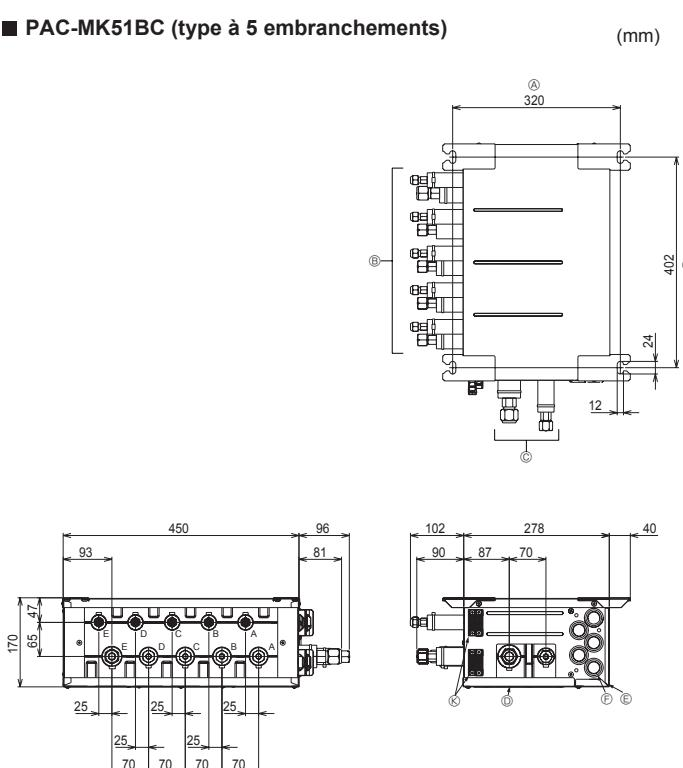

Fig. 4-2
■ PAC-MK51BC (Fig.4-2)
- (1) Installer les boulons de suspension (à acheter localement) suivant le pas requis (Fig. 4-2, 4-3).